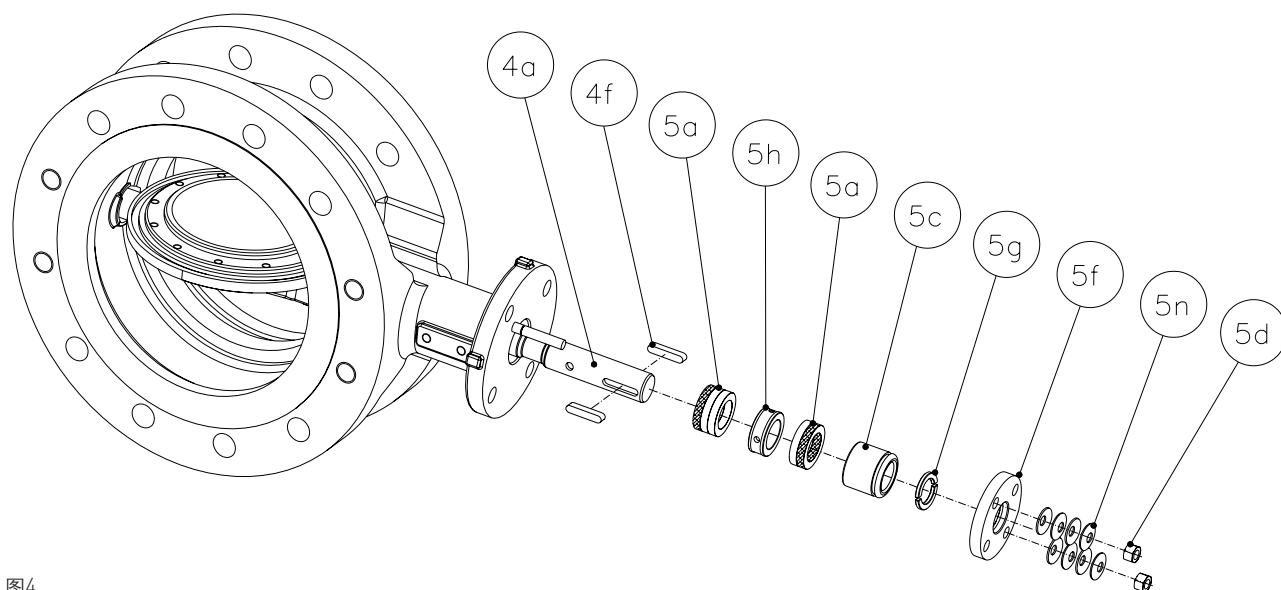

图4
#### 详见图4
- 6 给每只新填料圈 (5a) 表面涂抹一层薄薄的润滑剂 (润滑剂规格见表IV)。装上新填料圈，如果阀门带有填料吹扫则同时装上灯笼环 (5h) (如图4所示)。如果填料开口方向不同，则将相邻填料圈裂口错开180°安装。